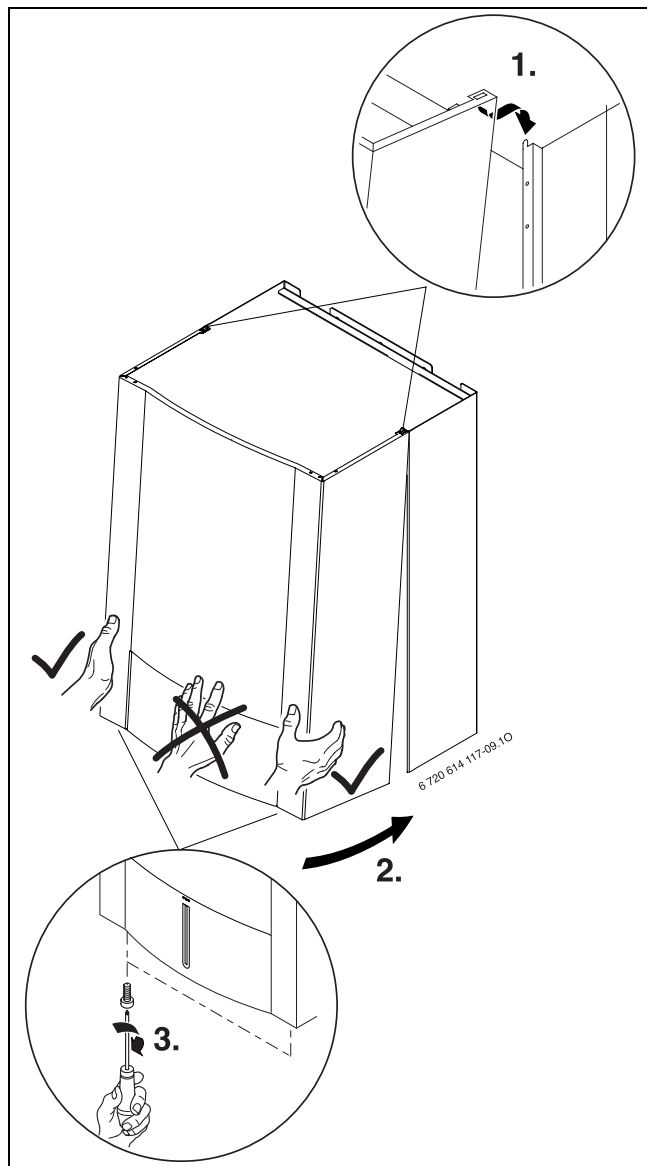

Fig. 18
- Agganciare il mantello, spingerlo verso il muro, far combaciare le lamelle di incastro e stringere le viti di bloccaggio (vedere le fasi in fig 18).